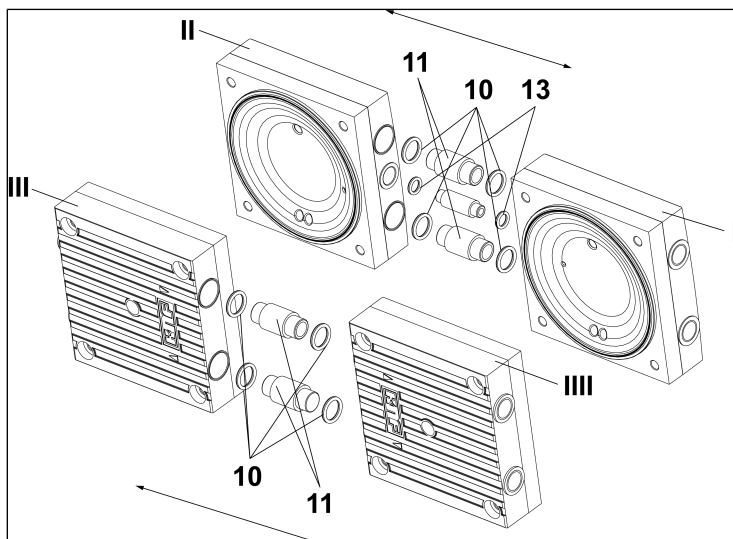

Fig.10: Extracción de las juntas tóricas y de los tubos de conexión
8. Separar los cabezales 1 (I/Fig. 10) y 2 (II/Fig. 10) y extraer las juntas tóricas (10/Fig. 10) y (13/Fig. 10).
7. Colocar las juntas tóricas (**10**/Fig. 10) y (**13**/Fig. 10) en la conexión.
8. Presionar los cabezales 1 y 2 (**I** y **II**/Fig. 10).